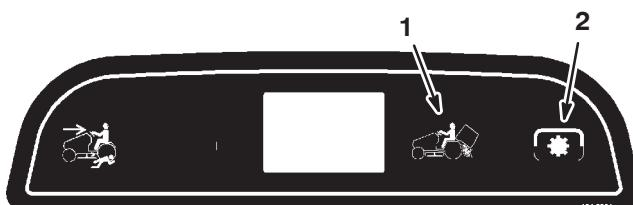

Figure 5
**Remarque :** Le voyant de commande des lames (PDF) s'allume quand vous engagez les lames comme illustré à la Figure 5.
Quand le bac à herbe a besoin d'être vidé, le témoin s'allume (Fig. 5) et une sonnerie se fait entendre.